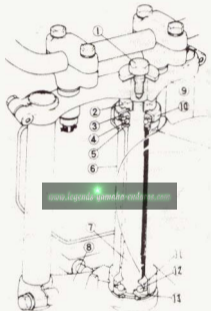

Bild 178
- Die unterste Lagerschale (Teil 1 in Bild 177) kann erst montiert werden, wenn die Dichtung (Teil 2) aufgelegt wurde. Aus Bild 178 geht die Einbaubichtung dieser Dichtung hervor. Heißt man die Lagerschale vor ihrem Einbau auf etwa 110°C auf, fällt sie in der Regel von selbst bis auf ihren Sitz herunter. Geht das nicht, benutzt man das Werkzeug nach Bild 56.20 zum Nachsetzen. Das Aufheizen der Lagerschale erfolgt entweder im Ölbad oder flach aufliegend auf einer elektrischen Kochplatte. Eine direkte Flamme von Lötlampe oder Schweißbrenner ist abzulehnen.